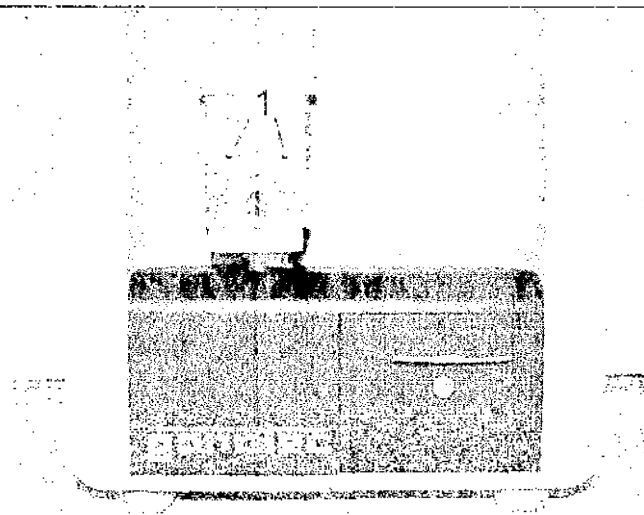

Рис. 115: Затяжка крепежных винтов
6. 2 крепёжными винтами прикрутить к подъемнику его крышку (рис. 115/1).